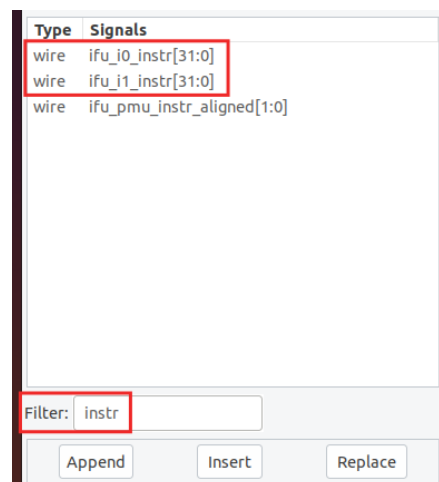

Figura 86. Adicionar os sinais *ifu_i0_instr[31:0]* e *ifu_i1_instr[31:0]* diagrama de forma de onda temporal
10. Agora adicione os sinais que mostram as instruções que são executadas em cada via do núcleo RISC-V superescalar de duas vias. No mesmo módulo (*ifu*), procure os sinais *ifu_i0_instr[31:0]* e *ifu_i1_instr[31:0]* (Figura 86), e arraste-os para o painel preto Waves. O prefixo *ifu* indica a unidade de carregamento de instruções (Instruction Fetch Unit), *i0* indica a via superescalar 0 e *i1* indica a via superescalar 1; *instr[31:0]* indica a instrução de 32 bits.